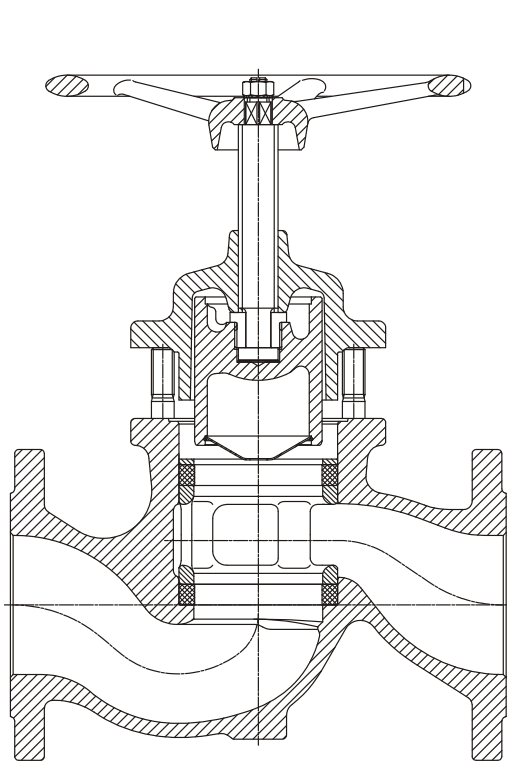

Bild 2
- *Oberteil (Pos.2) sodann leicht verdrehen, sodaß sich der Oberteilflansch an den Stiftschrauben-Stirnflächen (Pos.19) abstützt, sowie am Handrad gegen den Uhrzeigersinn (Öffnungsrichtung) drehen, bis der Kolben (Pos.4) vollständig aus dem oberen Ventilring KX-GT (Pos.14) gezogen ist (siehe Seite 10 Bild 2)*